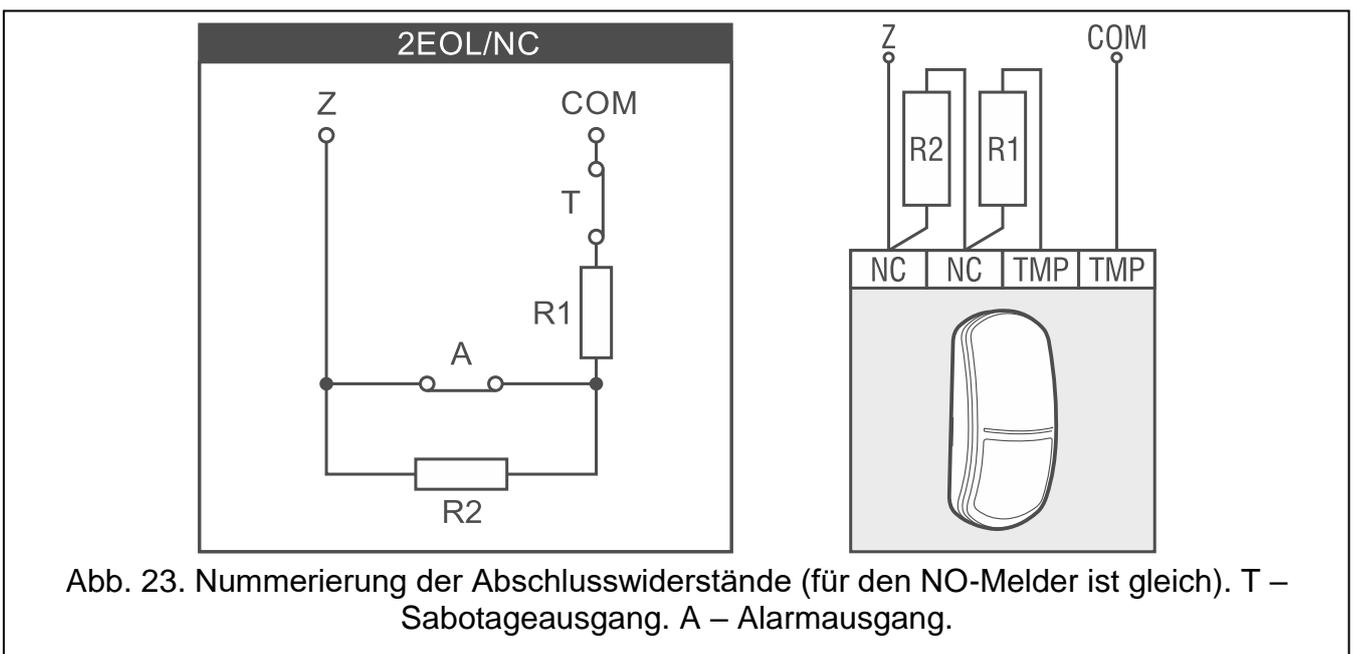

Abb. 23. Nummerierung der Abschlusswiderstände (für den NO-Melder ist gleich). T – Sabotageausgang. A – Alarmausgang.
**R1** – Wert von Widerstand R1 (siehe Abb. 23). Sie können von 500 Ω bis 15 kΩ eingeben. Werkseitig: 1,1 kΩ.
**R2** – Wert von Widerstand R2 (siehe Abb. 23). Sie können von 500 Ω bis 15 kΩ oder 0 eingeben. Wenn Sie 0 eingeben, muss der Wert der in der Konfiguration 2EOL verwendeten Widerstände der Hälfte des für den Widerstand R1 eingestellten Wertes gleich sein (der einzelne Widerstand darf nicht kleiner als 500 Ω sein). Werkseitig: 1,1 kΩ.